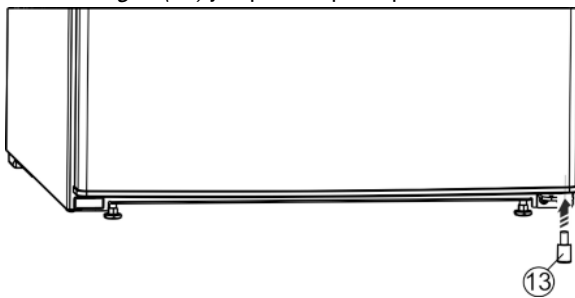

Fig. 10
- ▶ Réinstaller la butée Fig. 10 (13) en bas à droite sur la porte, car elle joue un rôle important dans la stabilité de l'appareil.